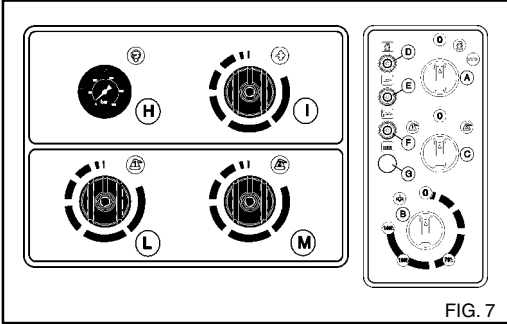

FIG. 7
Vrid termostaten "B" (fig. 7) till ångläget för att höja temperaturen på det utgående vattnet.
**Efter avslutad ångtvätt skall termostaten "B" (fig. 7) vridas till läge "0". Låt sedan maskinen svalna under cirka tre minuter med munstycket öppet.**
2) Aktivera högtryckstvätten. Använd väljaren C) (fig. 7) för att välja vilken typ av rengöringsmedel ("1" eller "2") som ska användas. Öppna önskad doseringskran för rengöringsmedel L) för rengöringsmedel "1" eller M) för rengöringsmedel "2" (fig. 7) genom att vrida knoppen motsols.
3) Vrid väljaren för val av rengöringsmedel C) (fig. 7) till läge "0". Stäng doseringskranarna genom att vrida knapparna medsols.